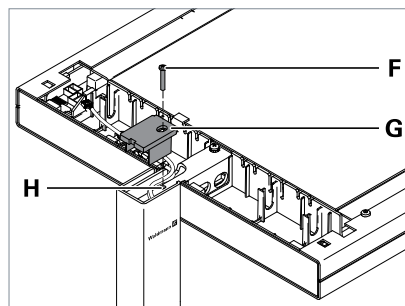

Fig. 3: Fixer la tête du luminaire.
- ▶ Placez le recouvrement **G** par le haut sur le bras support, voir Fig. 3